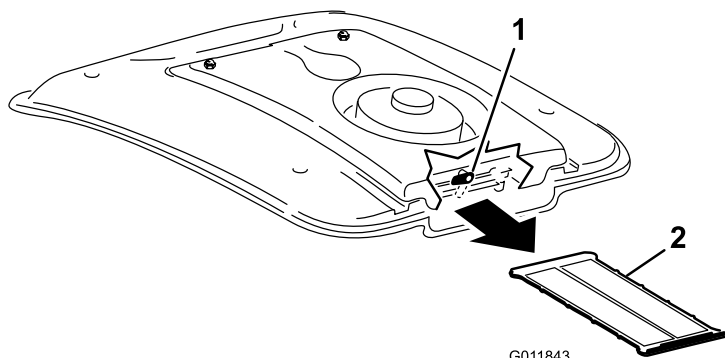

Рисунок 105
- Установите в боковое положение защелку на задней стороне опоры вентилятора (Рисунок 105).
3. Вытяните сетку кондиционера воздуха из-под змеевика кондиционера (Рисунок 105).
4. Тщательно очистите решетку сжатым воздухом (Рисунок 105).